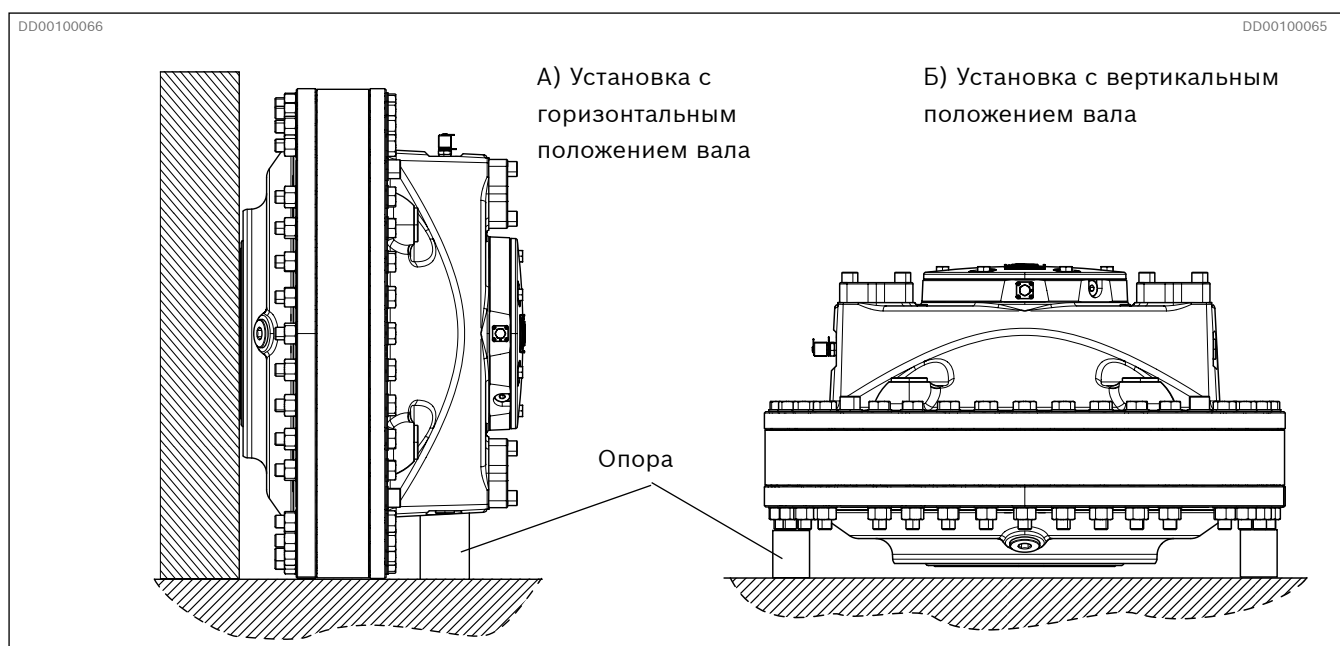

Рис. 10. Мотор СВ стоит на ровной поверхности (пример)
- Также рекомендуется предусмотреть опоры для монтажной поверхности мотора, см. *Рис. 10*
При размещении мотора на ровной поверхности, например, на полу, он должен стоять на наружном диаметре или на правильно защищенном конце полого вала. Также рекомендуется использовать подставки, показанные на *Рис. 10*.
- 1 Расположите мотор, как показано на Рис. 10, Б) Установку с вертикальным положением вала.
- 5 Расположите мотор, как показано на Рис. 10, А) Установку с горизонтальным положением вала или Б) Установку с вертикальным положением вала.